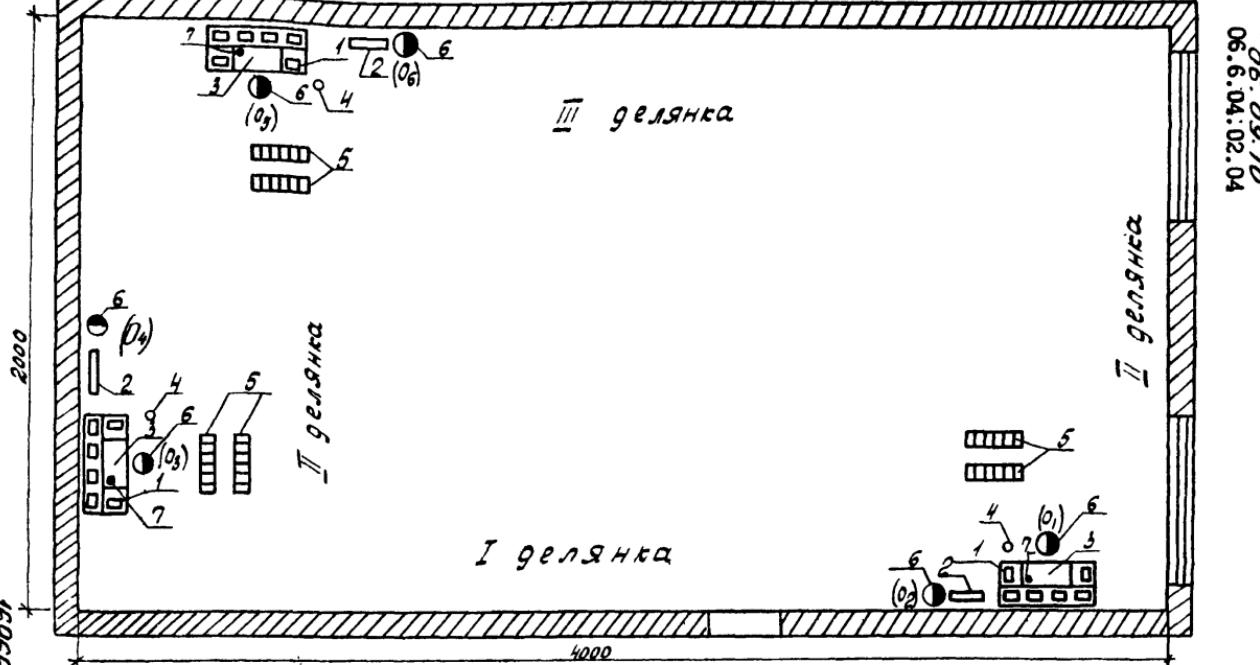

Рис.3. Схема организации работ по облицовке стен полистирольными плитками
6. Облицовка стен в помещении ведется делянками. На каждой делянке (4 метра) работает звено из двух человек (рис.3). Олицовка стен выполняется горизонтальными рядами снизу вверх. В помещении, где ведется облицовка, температура воздуха должна быть не ниже + 15°.